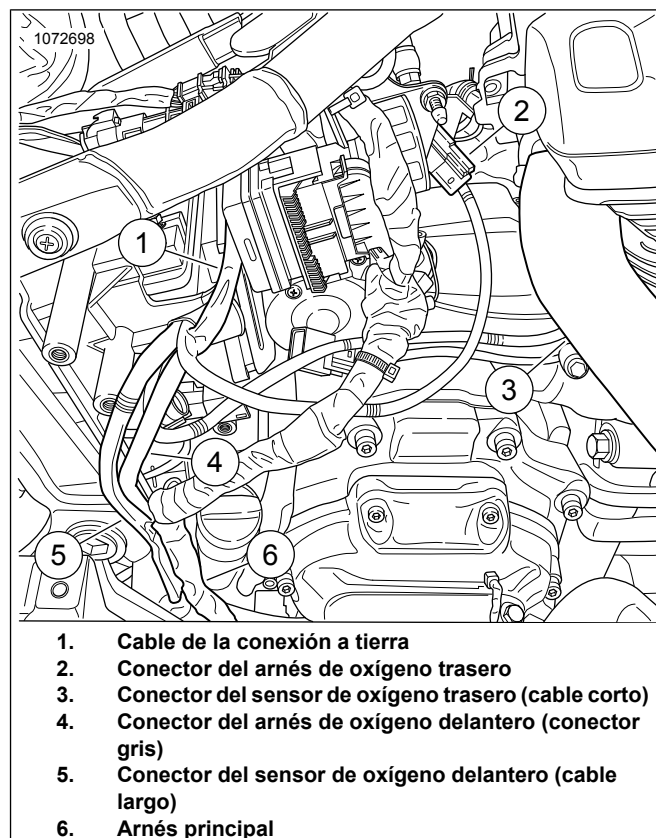
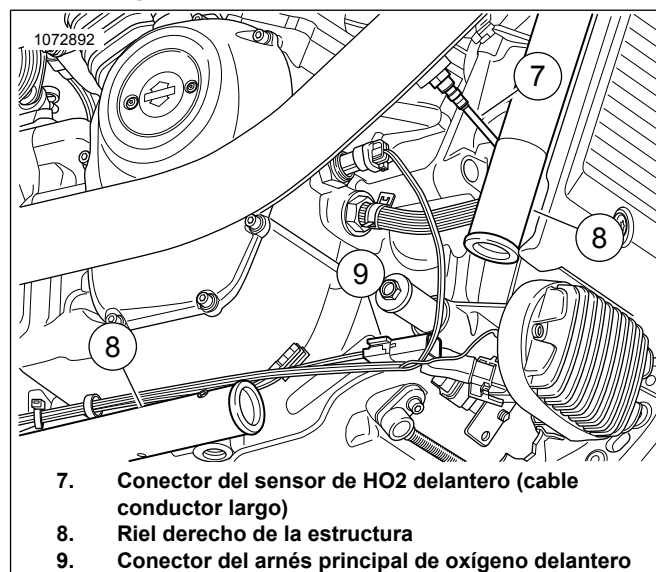

Figura 24. Colocación del arnés de ATM
Figura 25. Colocación del arnés delantero de ATM (piezas extraídas para mayor claridad)
16. Consulte Figura 24 y Figura 25. Enrute el arnés de oxígeno delantero con el conector gris (4) fuera del compartimiento de la batería:
- Ubique el arnés principal (6).
- Coloque el arnés (4) con el conector gris a lo largo del arnés principal hacia el conector delantero del arnés principal (9).
- Asegure el arnés al lado interior del riel derecho de la estructura (8) con las correas de cables según sea necesario.
17. Coloque el conector negro del arnés (2) en el arnés principal. Haga coincidir los colores de los conectores: negro con negro.
- Enrute el arnés del conector del sensor de oxígeno delantero (5) fuera del compartimiento de la batería.
- Enrute el arnés (5) a lo largo del arnés principal hacia el sensor de oxígeno delantero (7).